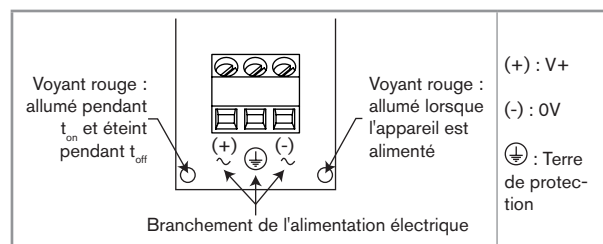
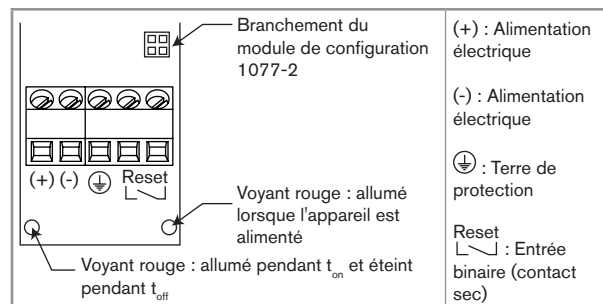

Fig. 5 : Affectation des bornes du 1078-1
Fig. 6 : Affectation des bornes du 1078-2
- Insérer le câble dans l'écrou puis dans le presse-étoupe et câbler selon la Fig. 5 ou la Fig. 6.
→ Insérer le 1077-2, avec son joint d'étanchéité, sur le 1078-2, dans l'un ou l'autre sens. Voir Fig. 6, page 21.